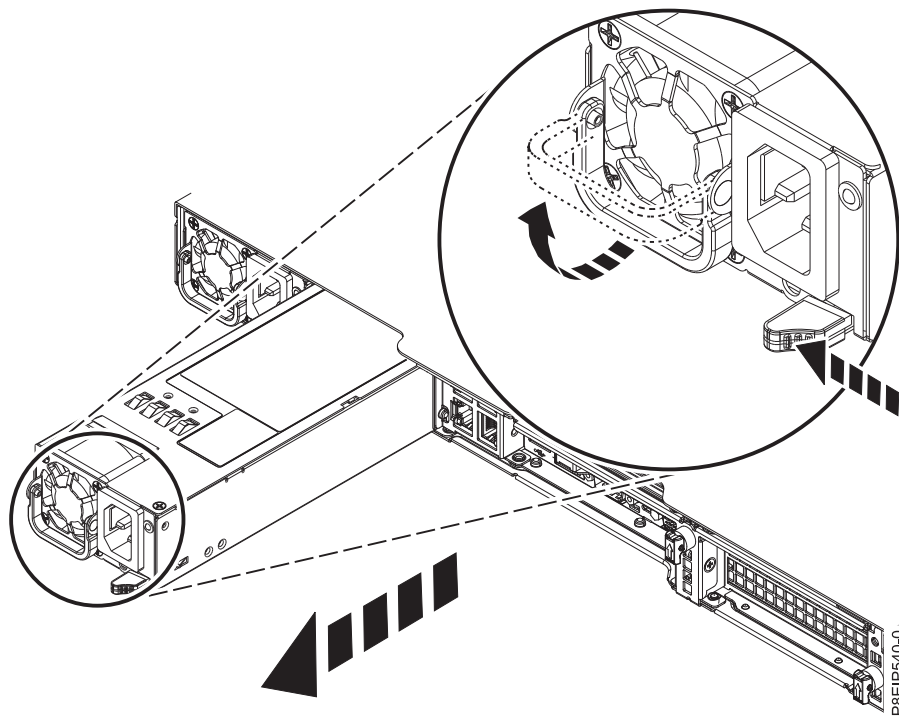

図 26. システムから電源装置を取り外す
- a. システム内の所定の位置から電源装置を取り外すには、ロッキング・タブを左方に押します (図 26 を参照)。